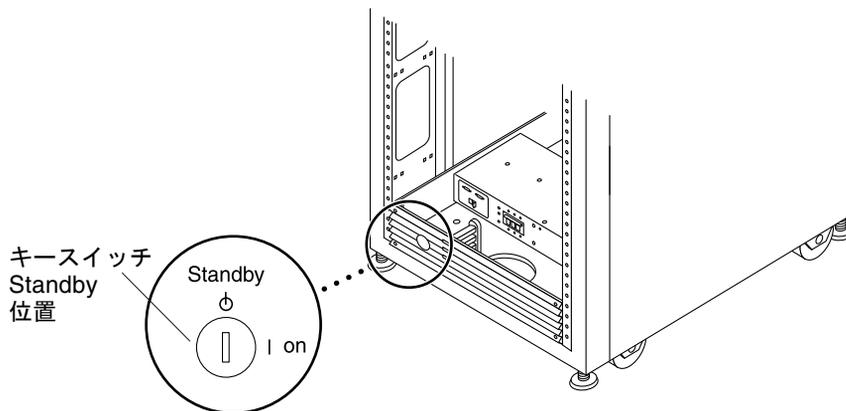

図 B-7 下部正面パネルのキースイッチの位置
2. ベースキャビネットの正面下側パネルのキースイッチが「Standby」位置になっていることを確認します (拡張キャビネットがある場合は拡張キャビネットについても確認。図 B-7)。